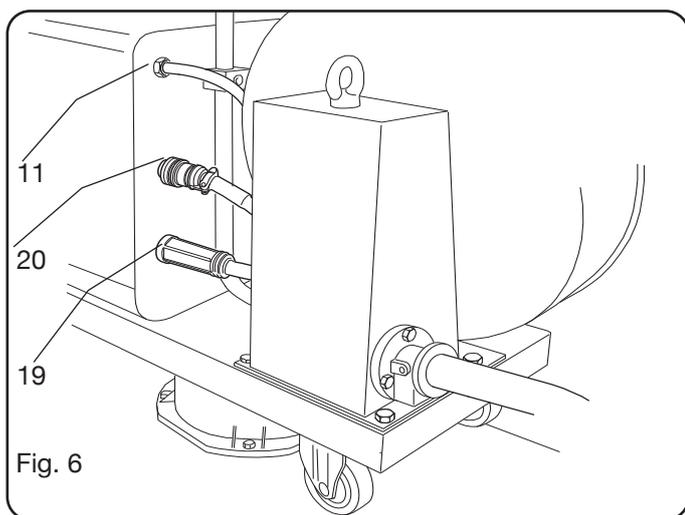

Fig. 6
- Collegare l'altra estremità della connessione **BA** al carrello traina filo come indicato in Fig. 6.